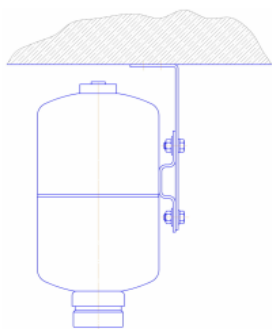

Рис.3
3. При размещении МПП под углом 90° (Рис. 3) к поверхности предусмотреть крепление универсального кронштейна, выдерживающее статическую нагрузку не менее 100кг в течение 5 минут.